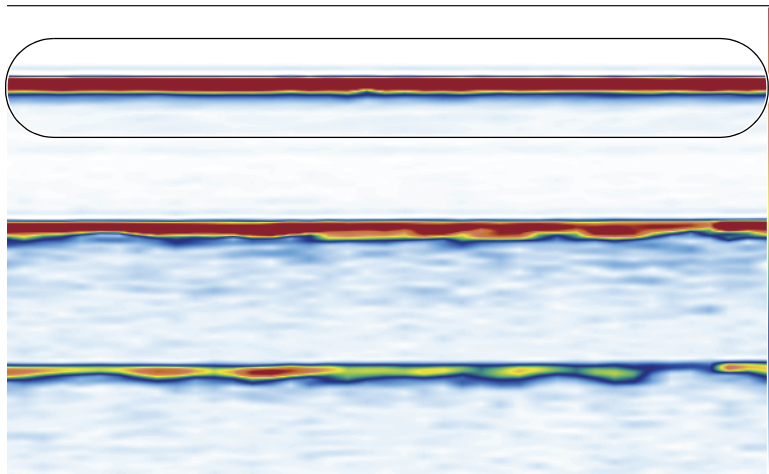

Figura 4-4 Un esempio di schermata S-scan
7. Assicurarsi che il segnale S-scan non manifesti la presenza di bolle (vedi Figura 4-4 a pagina 67).